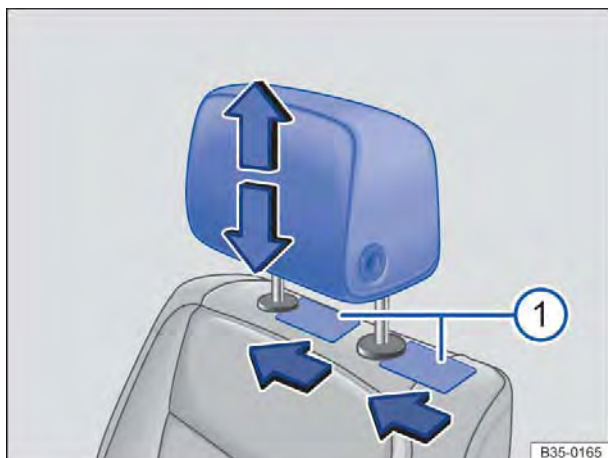

Fig. 48 Desinstalar o apoio para cabeça dianteiro.
- Empurrar um objeto plano, por exemplo, um cartão de plástico, respectivamente nos dois lados entre o revestimento do encosto do banco e a capa de cobertura da barra guia do apoio para cabeça e, ao mesmo tempo, com uma leve pressão, destravar as barras retentoras $\Rightarrow$ Fig. 48 ①.